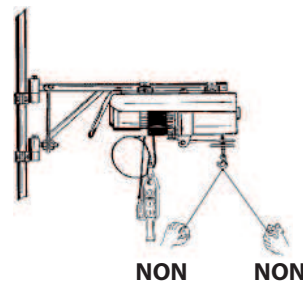

Fig. 2
- Il est absolument interdit d'utiliser le treuil pour des tractions obliques par rapport à la verticale, (Fig.2).